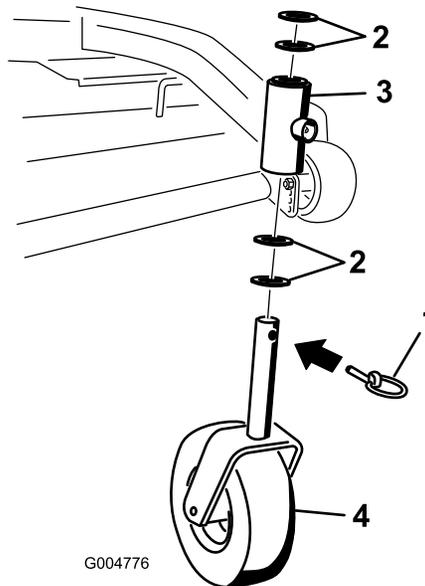

Figure 37
2. Enlevez la goupille de sécurité et la ou les entretoise(s) du haut de la fourche de la roue pivotante (Figure 37).
6. Vérifiez l'usure de la fourche de la roue pivotante et remplacez-la le cas échéant (Figure 37).
**Remarque:** Remplacez la ou les entretoise(s) sur la fourche et fixez-les avec la bague de retenue (Figure 37).